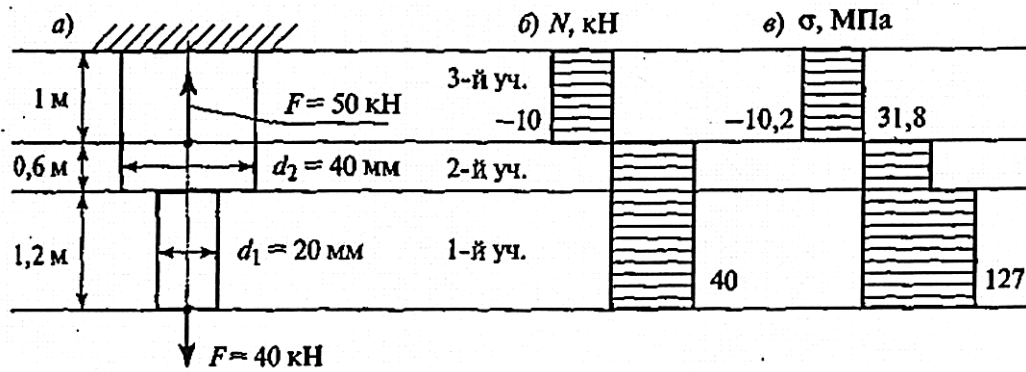

Рис. 3
**Пример.** Для двухступенчатого бруса (рис.3,а) определить и построить эпюры продольных сил и нормальных напряжений. Определить удлинение (укорочение) бруса. Модуль упругости  $E = 2 \cdot 10^5$  МПа.
Решение.1. Разделим брус на участки, начиная от свободного конца. Границами участков являются сечения, в которых приложены внешние силы, и место изменения размеров поперечных сечений (см. рис. 3,а).
По полученным значениям строим эпюру продольных сил. Проведя параллельно оси бруса базовую линию эпюры, откладываем перпендикулярно ей в произвольном масштабе отрезки, соответствующие продольным силам (рис. 3, б).
Строим эпюру нормальных напряжений таким же образом, как и эпюру продольных сил (рис.3,в).